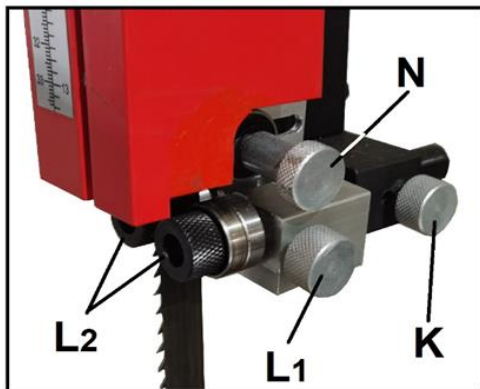

Рис. 9
См. Рис. 9 и Рис. 10.
4. Ослабьте ручку (K, Рис. 9).
6. Затяните ручку (K, Рис. 9).
7. Если опорный подшипник не выровнен с полотном, можно провести боковую настройку всей направляющей стойки при помощи ручки (K) и 2 установочных винтов на противоположной стороне верхней направляющей.
2. Ослабьте винты (M, Рис. 9) при помощи 3 мм шестигранного ключа и поднимите защитное ограждение так, чтобы получить доступ к опорному подшипнику.
3. Ослабьте винт (N) при помощи 5 мм шестигранного ключа и сдвиньте опорный подшипник, пока он не коснется спинки полотна. (Расстояние между подшипником и полотном